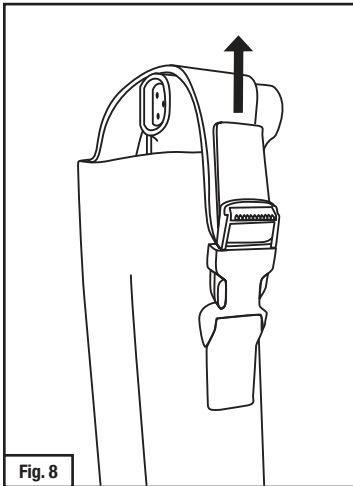
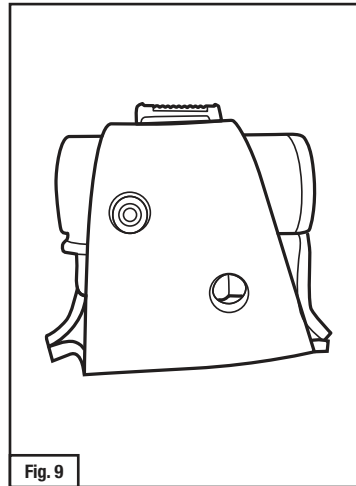

Fig. 8
Fig. 9
6. Con el adaptador y la batería totalmente insertados en la parte inferior de la cubierta, abroche la solapa superior y la parte inferior de la cubierta. Jale la banda de piel en el broche para apretar la parte superior de la funda para obtener un buen ajuste (Fig. 8). Asegúrese que la luz indicadora del adaptador pueda verse a través de uno de los dos orificios de la funda (Fig. 9).